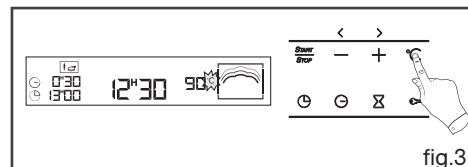

fig.3
• **Parrilla (fig.3)**
- Pulse el mando °C, parpadeará el símbolo "°C" (fig.3).